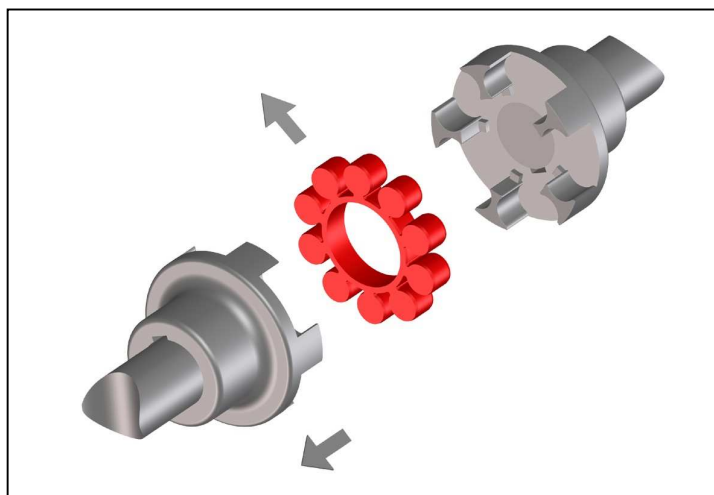

Bild 10
- Schieben Sie eine Kupplungshälfte zurück (Bild 10).